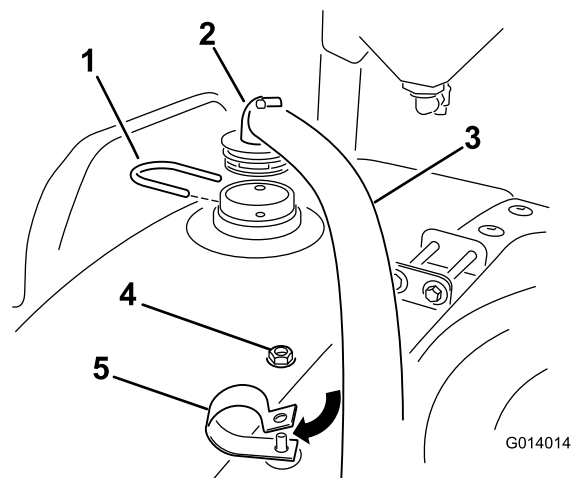

Figura 19
2. Instale a extremidade do tubo com a união de 90° ao anteparo previamente instalado utilizando uma forquilha de retenção (Figura 19).
4. Instale uma porca de bloqueio sobre o parafuso no grampo R e aperte à mão nesta altura (Figura 19).